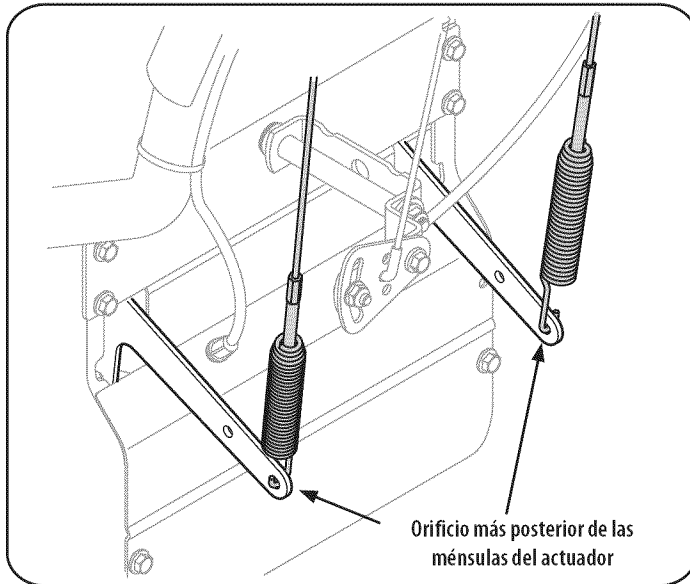

Figura 12
1. Con el motor apagado, mover la palanca del selector de velocidad en sexta (6) posición. Consulte la Figura 12.
5. Segura del cable de conexión de cada primavera en el agujero adecuado de los respectivos actuador soporte. Ambos cables de gancho en el agujero más hacia atrás en cada soporte, como se muestra en la Figura 12.
NOTA: Para facilidad de eliminación para el ajuste, montar los ganchos de los muelles que miran hacia las ruedas como se muestra en la Figura 12.